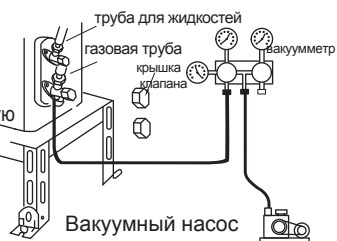

Рис. 10
8. Закрепите крышку клапана низкого давления (см. Рис.10).